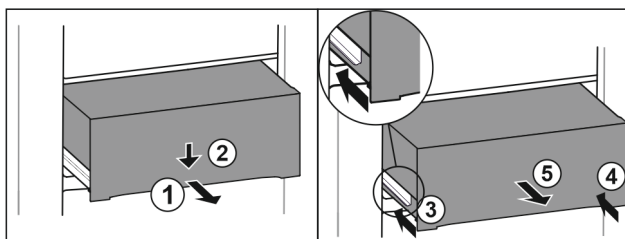

Fig. 121
- Extrageți pe jumătate sertarul. Fig. 121 (1)
- Apăsăți în jos sertarul pe partea frontală. Fig. 121 (2)
- Inserați șina stângă aproximativ 2 cm. Fig. 121 (3)
- Inserați șina dreaptă aproximativ 2 cm. Fig. 121 (4)
- Extrageți sertarul spre înainte. Fig. 121 (5)